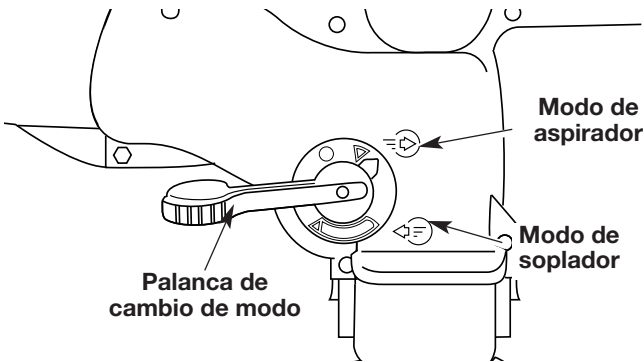

Fig. 18
2. Coloque la palanca de cambio de modo del soplador/ aspirador en la posición hacia abajo (modo de aspirador) (Fig. 18).